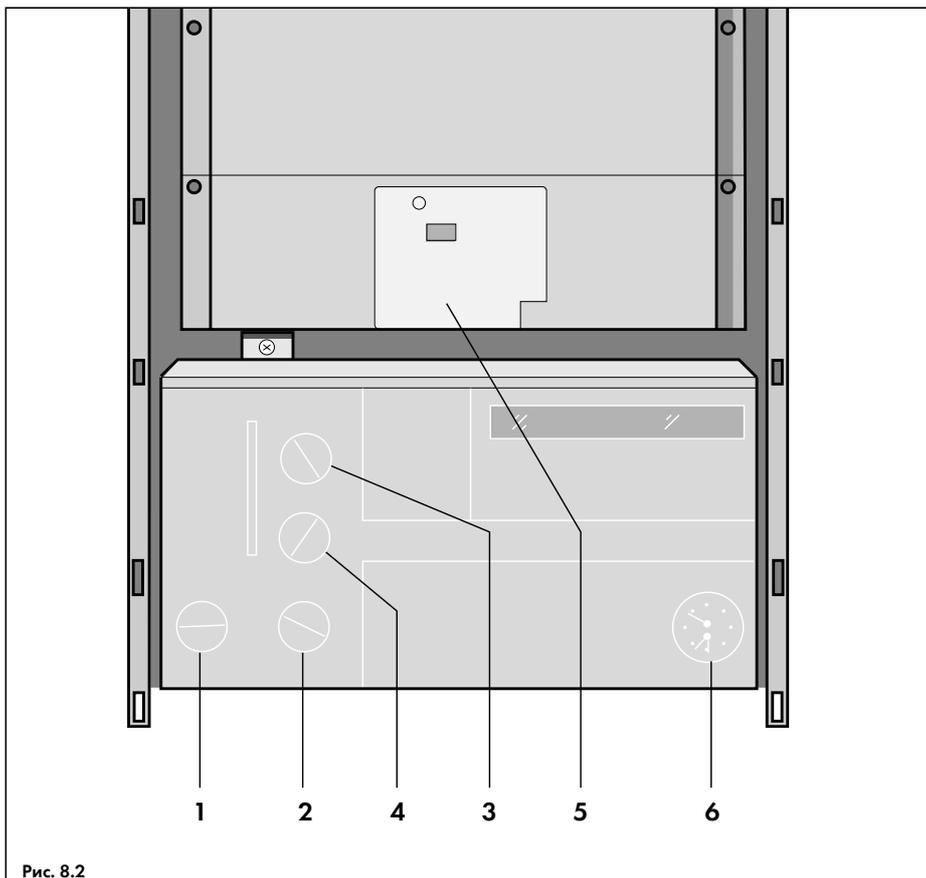

Рис. 8.2
- Включить главный выключатель котла (1, рис. 8.2), поставив его из положения "выкл" (0) в положение "вкл" (I); При этом должен загореться зеленый СДИ "Сеть вкл/выкл";
- Поставить переключатель режимов работы (2, рис. 8.2) в положение "Отопление и горячая вода"  III;
- Обеспечить запрос работы аппарата на отопление, установив регулятор температуры подающей линии (3, рис. 8.2) на "9". В случае, если к аппарату подсоединены внешние регуляторы, обеспечить запрос работы аппарата на них. При этом должен загореться желтый СДИ "Запрос отопления";
**Указание:** Если попытка зажигания оказалась безуспешной, то на панели управления котла загорится красный индикатор "Сбой" (см. рис. 8.1). Как правило, это означает, что нарушена подача газа или же из газопровода не до конца удален воздух. Проверить еще раз подачу газа, после чего переключатель режимов работы (2, рис. 8.2) повернуть в положение "Разблокировать" . Будет предпринята повторная попытка розжига.
- Включить аппарат в любом режиме и закрыть газовый кран на опуске. В течение 10 сек. аппарат должен пытаться разжечь горелку (искровые разряды на электродах розжига можно видеть через смотровое окошко на теплоотражающем щитке (5, рис. 8.2)). По истечении 10 сек. аппарат должен выключиться;
- Открыть газовый кран и снять сбой, для чего переключатель режимов работы (2, рис. 8.2) повернуть в положение "Разблокировать" . Горелка будет разблокирована и аппарат начнет работу.
- Повторно заполнить водой отопительную установку и спустить из нее воздух, как описано в главе 6.4. Систему отопления заполнить до уровня, при котором манометр (6, рис. 8.2) показывает давление на 0,5 бар больше, чем статическое давление воды в системе отопления на уровне установки аппарата, но не менее 1 бар. Статическое давление 1 бар соответствует 10 м высоты системы отопления.
**Указание:** Минимальное давление на манометре (6, рис. 8.2) никогда не должно опускаться ниже значения 1 бар.
- Установить регулятор температуры отопления (3, рис. 8.2) на желаемое значение.
**Указание:** Первые часы эксплуатации аппарата рекомендуется устанавливать регулятор температуры отопления (3, рис. 8.2) на значение не выше "6". При этом имеющиеся в воде соли кальция и магния выпадут в основном внутри трубопроводов системы отопления, не повредив первичный теплообменник и узлы аппарата (насос, переключающий вентиль и пр.).
- Регулятор температуры горячей воды\* (4, рис. 8.2) установить на желаемое значение. При обычных условиях этот регулятор должен устанавливаться на "6".